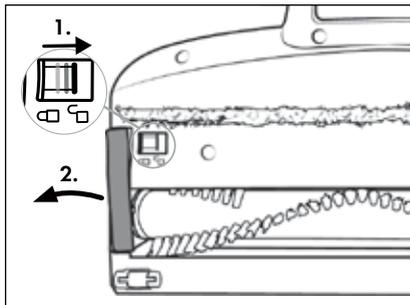

Fig. 24
- 2) Lås børsterullen 21 op ved at skubbe oplåsningen til børsteholderen 19 med fingeren i retning af symbolet  (åbn). Tag så børsterulleholderen 20 af gulvbørsten 22 (se fig. 24).